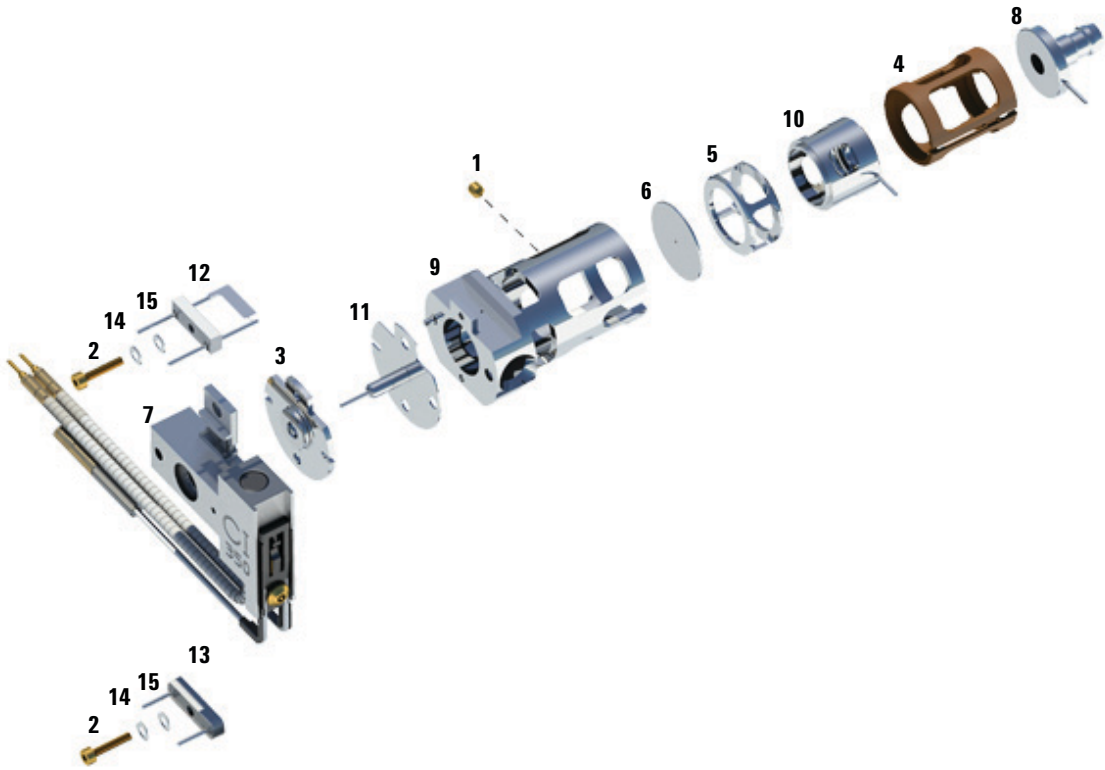

Figura 70 Desmontaje de la fuente CI
Consulte el plano de despiece y la lista de piezas de la fuente CI a la hora de llevar a cabo este procedimiento. (Consulte la Figura 70 y la Tabla 18 en la página 232.)
- 3 Separe el conjunto del calentador de la fuente del cuerpo de la fuente. El conjunto del calentador de la fuente incluye el calentador de la fuente, el repulsor y las piezas relacionadas. (Consulte la Figura 70 y la Tabla 18 en la página 232.)
- 4 Desmonte el conjunto del repulsor al quitar el aislante cerámico del repulsor. (Consulte la Figura 70 en la página 231.)
- 6 Retire las lentes del cuerpo de la fuente y separe el aislante de las lentes, las lentes de enfoque iónico, el cilindro de descarga, la lente de descarga y la lente de entrada. (Consulte la Figura 70 en la página 231.)
Tabla 18 Lista de piezas de la fuente CI (Figura 70)